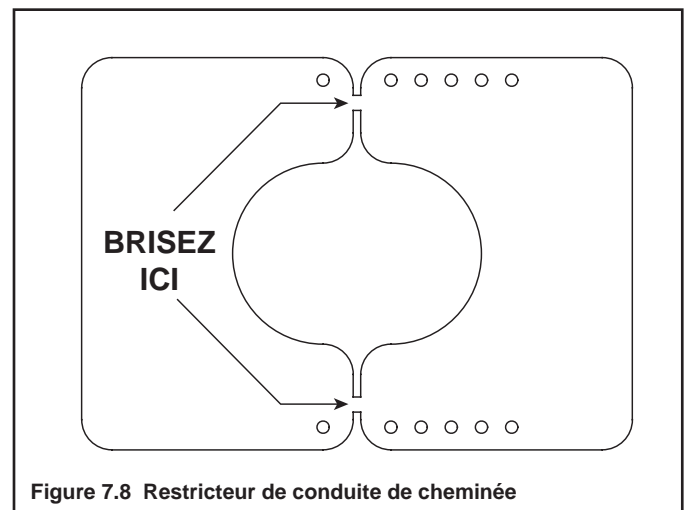

Figure 7.8 Restricteur de conduite de cheminée
2. Brisez le restricteur de conduite de cheminée en deux pièces. Faites-le en pliant la pièce vers l'avant et vers l'arrière jusqu'à ce qu'elle brise (voir Figure 7.8).